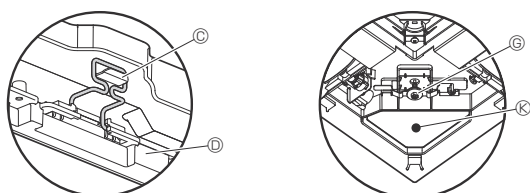

Fig. 6-7
- После затяжки винта убедитесь, что два крючка решетки (Fig. 6-7) зафиксированы на крючках на основном блоке.